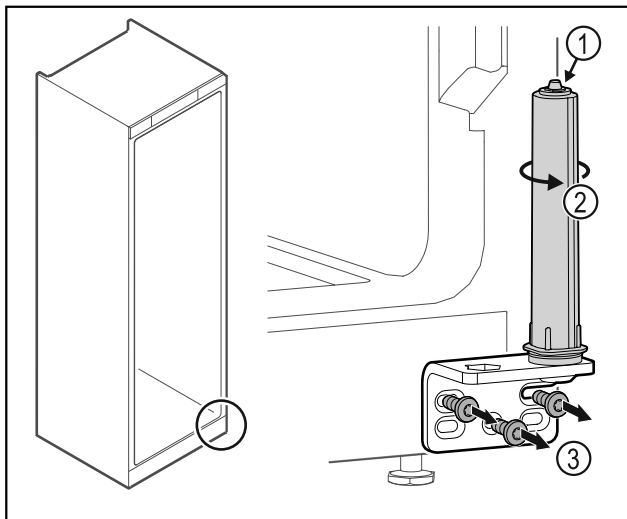

Fig. 28
- ▶ Ärge võtke ukseelukustussüsteemi lahti Fig. 28 (1).
- ▶ Keerake sulgemissüsteemi Fig. 28 (2), kuni see klõpsub.
- ▶ Kruvige šarniirnergik Fig. 28 (3) maha.